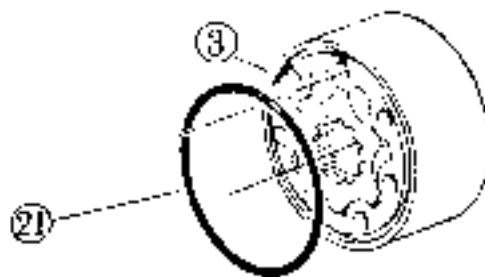

Fig. 22
20. Install O-ring ⑭ to rotor set ③. (Fig. 22)
20. ロータセット③にOリング⑭を入れる。(Fig. 22)